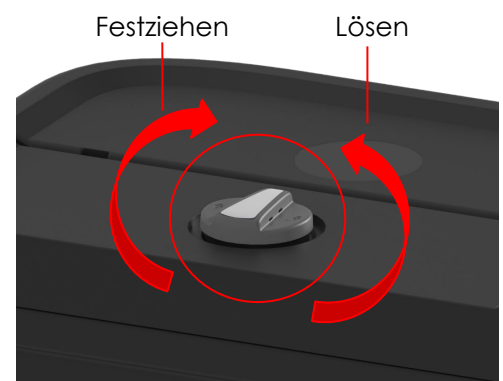

Abb. 2
2. Schrauben Sie das LC216 in den zentralen oberen Anschluss des Tanks ein und achten Sie darauf, dass es handfest sitzt. (Siehe Abb. 2)